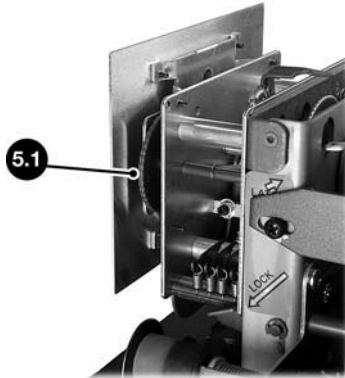

Figure 5
5. Faites tourner la **roue de réglage du cadran de l'horloge – 5.1 (figure 5 à la page 8)** pour que les aiguilles soient réglées à la même heure que celle des roues.